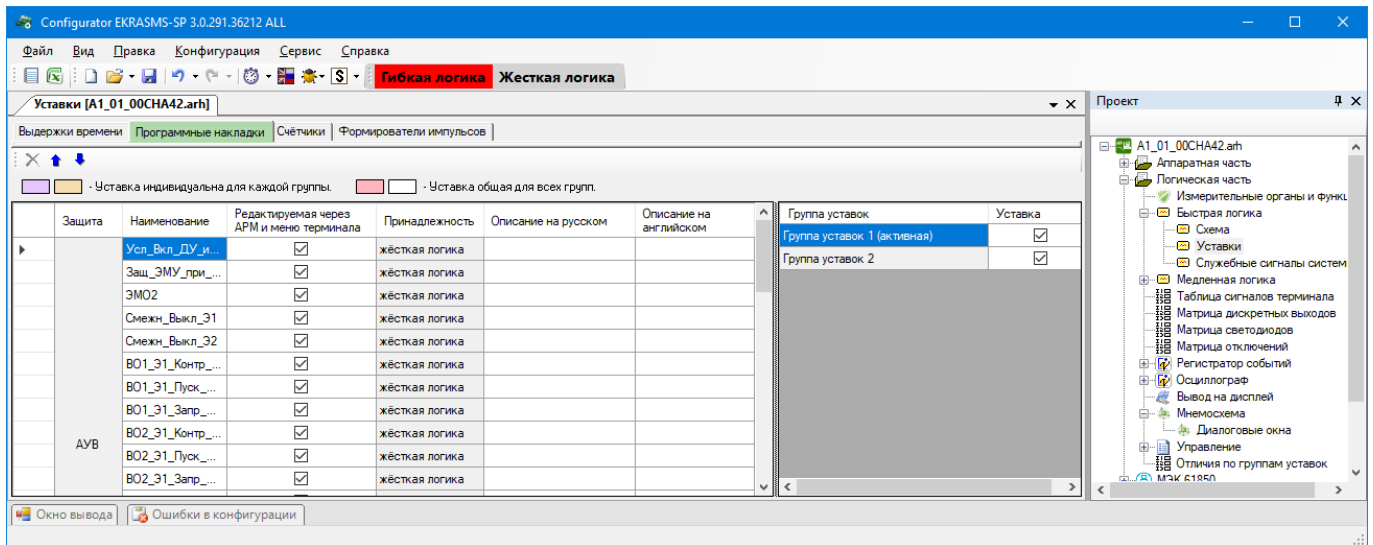

Рисунок 4.98
4.6.2.2.4 Вкладка **Программные накладки** (см. рисунок 4.98) предназначена для установки параметров программных накладок.